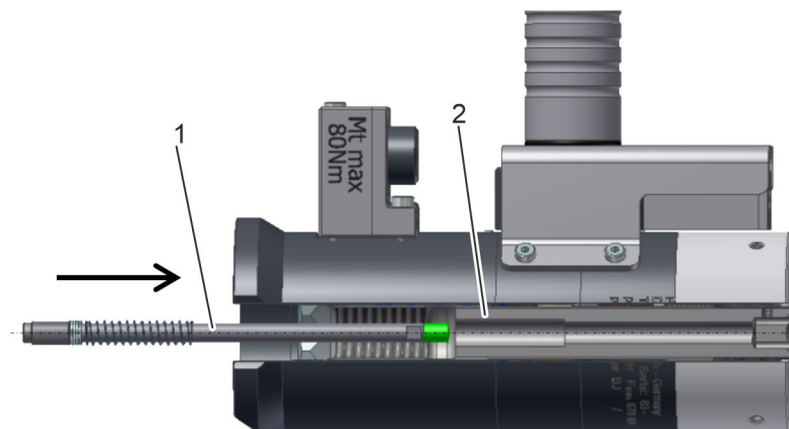

Fig. 16: Tirante
4. ➔ Inserire l'asta misuratrice montata (Fig. 16/1) nel tirante (Fig. 16/2).